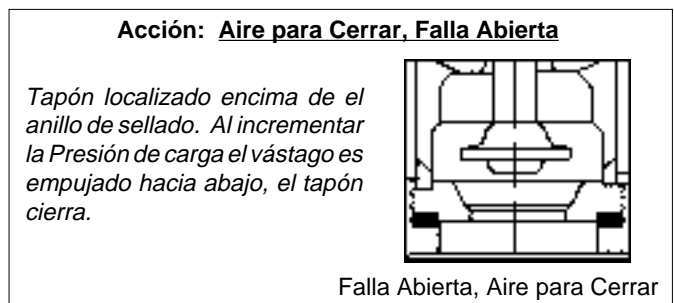

Figura 5: Ensamble Asiento Tapón, ATC-FO
Para unidades de acción ATC-FO, coloque el anillo de sellado (3) entre la cavidad del cuerpo (1) con la orientación apropiada. Inserte el tapón y ensamble del vástago (4) a través del bonete (2) hasta que él aparezca en el lado superior del bonete (2), *ver la Figura 5.*